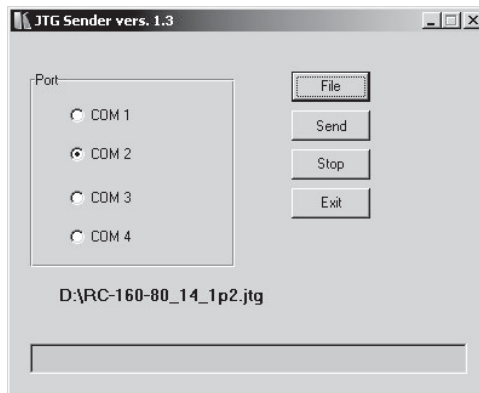

Рис. 11. Окно приложения JTG Sender
1. Дважды щелкнуть на иконке JTG-Sender на рабочем столе. Откроется окно приложения JTG-Sender (см. рис. 11).